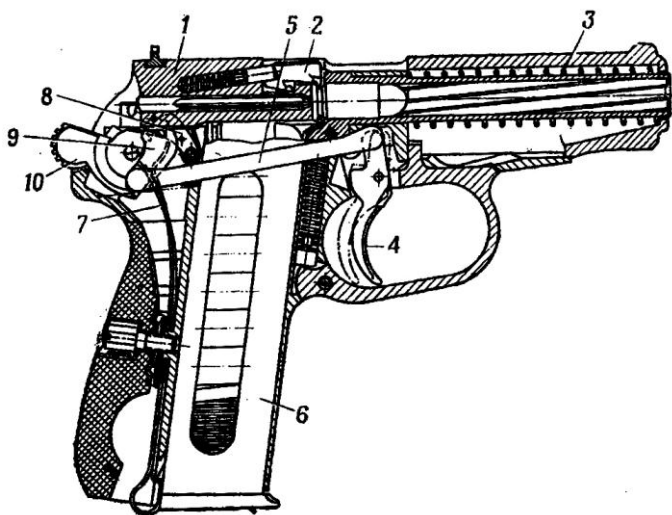

Рис. 47. Положение частей и механизмов пистолета перед выстрелом самовзводом:
40. Если стрельба ведется без предварительного взведения курка, то при нажиме на хвост спускового крючка курок взводится автоматически (рис. 47). При этом рычаг взвода, войдя в зацепление своим выступом самовзвода с зубом самовзвода курка, взводит курок. Курок, не становясь на боевой взвод (так как шептало в момент срыва оказывается приподнятым в верхнее положение выступом рычага взвода), срывается с выступа самовзвода рычага взвода и ударяет по ударнику; происходит выстрел.